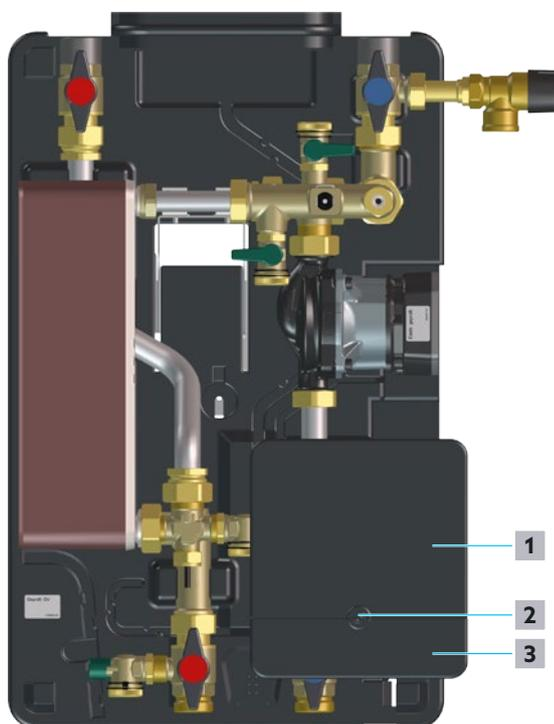

Fig. 22 - Procedura di apertura della centralina
- 3 Rimuovere la vite (vedere 2 in Fig. 22 a pagina 28) e metterla da parte.
- 4 Far scorrere verso l'alto il rivestimento del pannello di raccordo (vedere 1 in Fig. 22 a pagina 28) fino all'innesto in posizione con uno scatto percepibile.
- 5 Aprire il rivestimento delle linee d'alimentazione (vedere 3 in Fig. 22 a pagina 28).